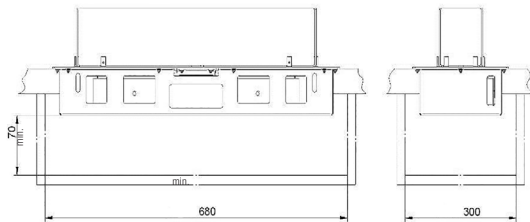

Abb. 5 Mindestmaße Gehäuseraum
- Der Mindestabstand zwischen Gehäuse und Gehäuseumboden (Abb. 5) beträgt 70 mm.